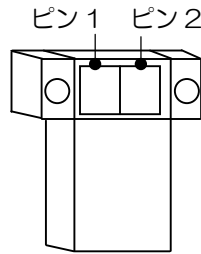

図 24. REPO コネクタ
3. 絶縁された、常時閉接点を REPO コネクタのピン 1 と 2 に接続します（図 24 を参照）。標準シールドなしツイストペア電線、サイズ 18～22AWG ( $0.3\text{mm}^2 - 0.9\text{mm}^2$ ) を使用して下さい。